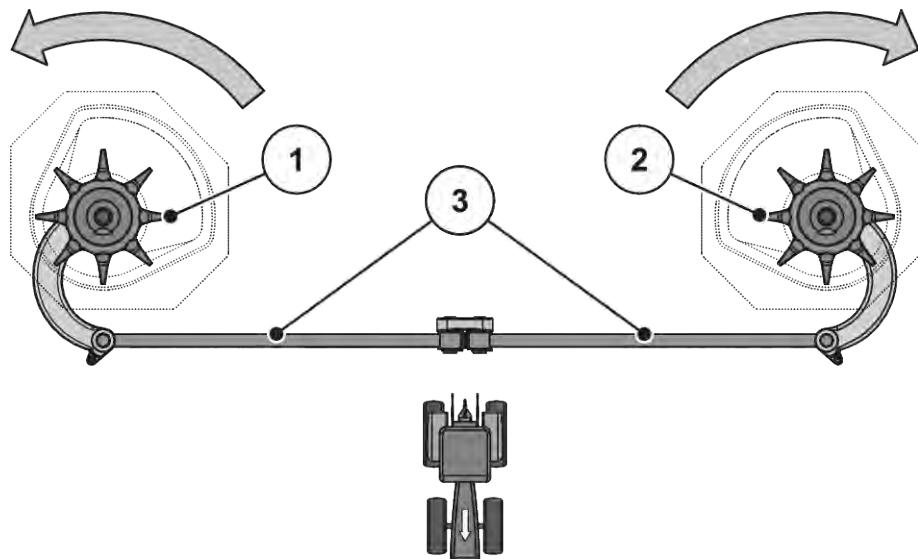

Fig. 60: Verificarea acționării agitatorului
- Rotiți cu mâna capul de amestecare **în sensul de rotație al discului aruncător**. A se vedea Fig. 60 Verificarea acționării agitatorului.
- Rotiți energetic capul de amestecare cu mâna sau cu ajutorul unei benzi de filtru de ulei **în sensul contrar sensului de rotație al discului aruncător**. A se vedea Fig. 60 Verificarea acționării agitatorului